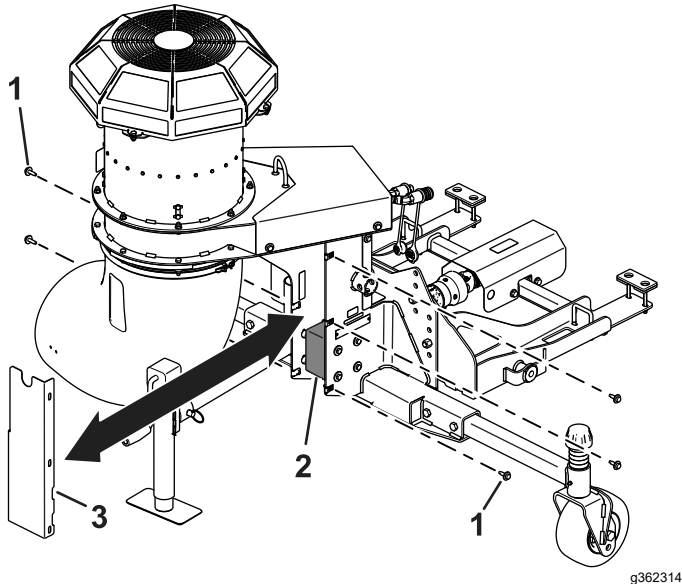

Figure 24
2. Retirez les 5 boulons et rondelles qui fixent le couvercle de la boîte d'engrenages au souffleur (Figure 24).
3. Déposez le couvercle pour exposer la boîte d'engrenages du souffleur (Figure 24).